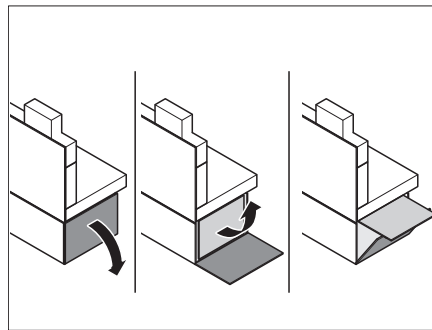

Fig. 144 Déployer la rallonge de la banquette
- Déployer la rallonge de la banquette (Fig. 144).
- Déployer les rallonges de la banquette (Fig. 144).